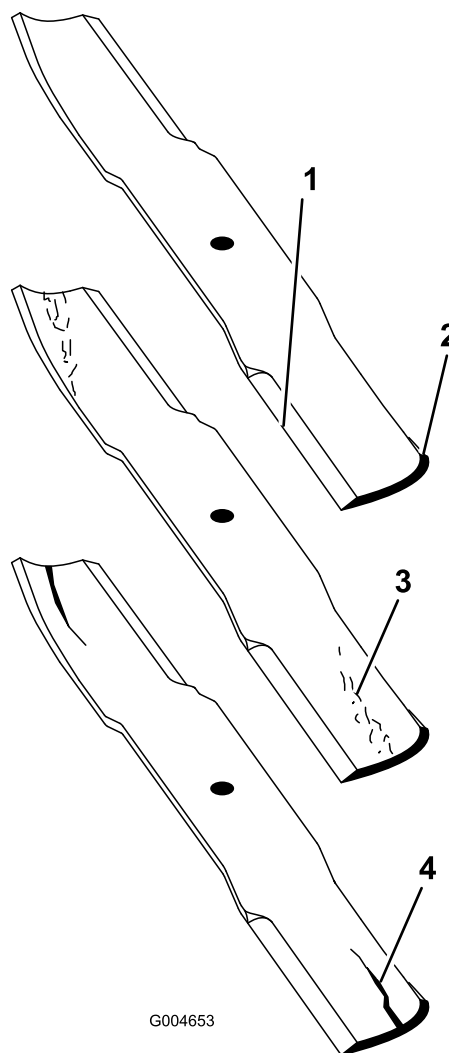

Figura 115
2. Examine cuidadosamente los extremos de corte de la cuchilla, sobre todo en el punto de reunión entre la parte plana y la parte curva de la cuchilla (Figura 115).
Nota: Puesto que la arena y cualquier material abrasivo pueden desgastar el metal que conecta las partes curva y plana de la cuchilla, compruebe la cuchilla antes de utilizar el cortacésped. Si se aprecia desgaste (Figura 115), cambie la cuchilla.